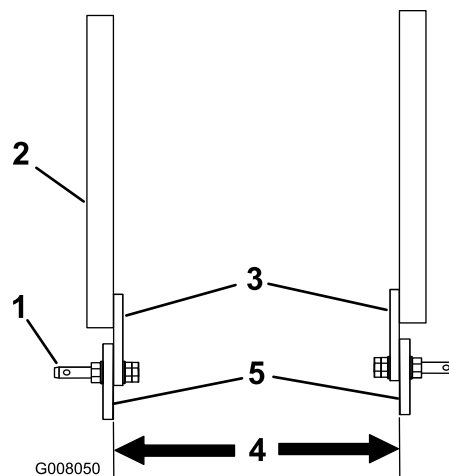

Figura 2
- Se la distanza tra le linguette di montaggio inferiori e l'arieggiatore è compresa tra 52,7 e 57,5 cm (aeratori ProCore 660 e 880), collocare i perni di attacco sui bracci di supporto con le linguette di montaggio all'interno, come illustrato nella Figura 2.